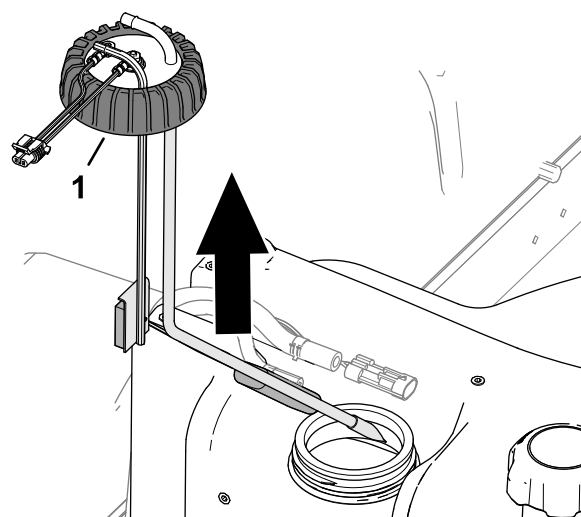

Figura 126
5. Afloje el tapón del sensor de combustible (Figura 126).